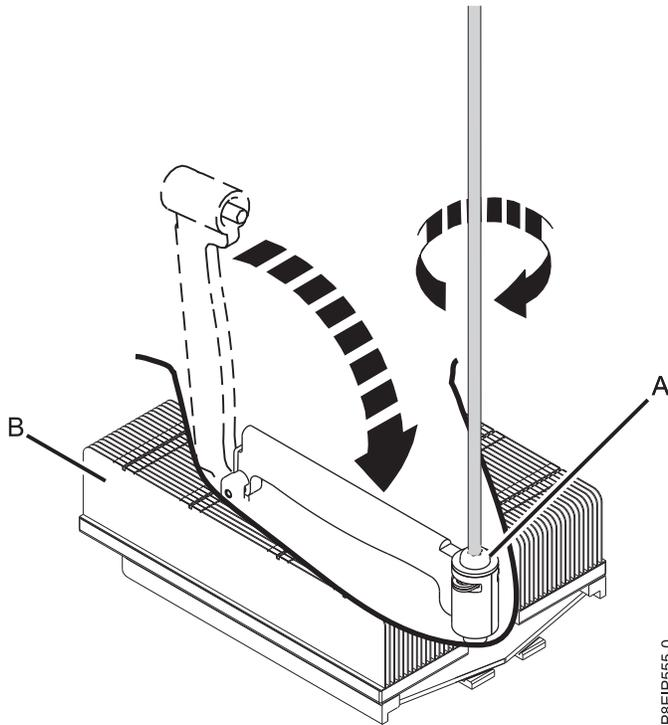

Figura 39. Apertando o Parafuso do Braço de Carregamento
11. Mova o braço de carregamento (A) na posição sobre o dissipador de calor (B) e aperte o parafuso do braço de carregamento com uma chave de fenda Phillips nº3, conforme mostrado na Figura 39.